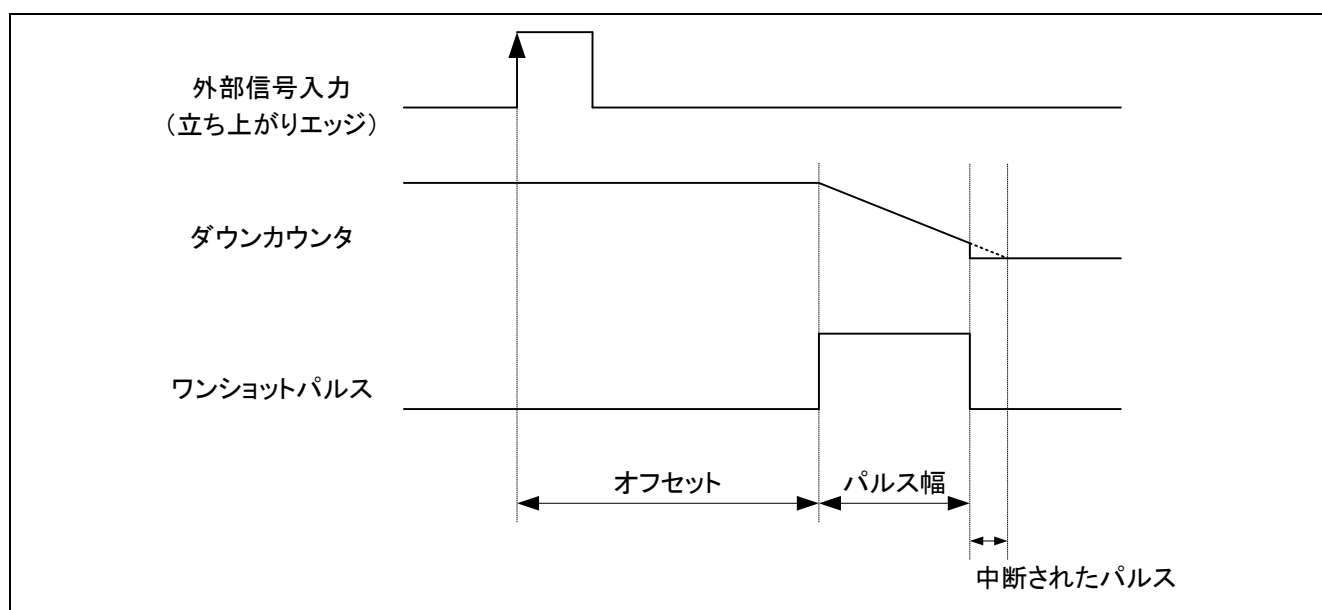

図 2.23 ワンショットパルス出力
- 1) 図 2.23に示すように外部信号の立ち上がり同期してワンショットパルスを出力します。オフセット、パルス幅は内部クロックカウント値を設定します。